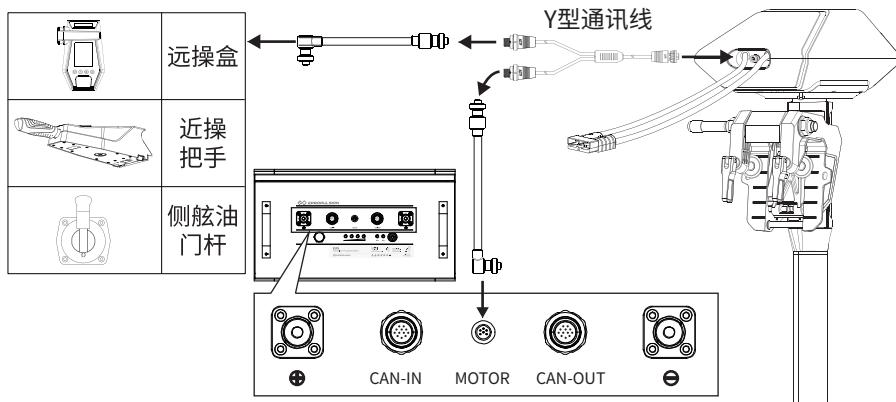

图2-2
③ 若与逸动科技船外机连接的同时，还需要与远操盒、近操把手、侧舷油门杆等操控系统有线连接时，需要使用Y型通讯线（需另外购买）进行连接（参考图2-2）。